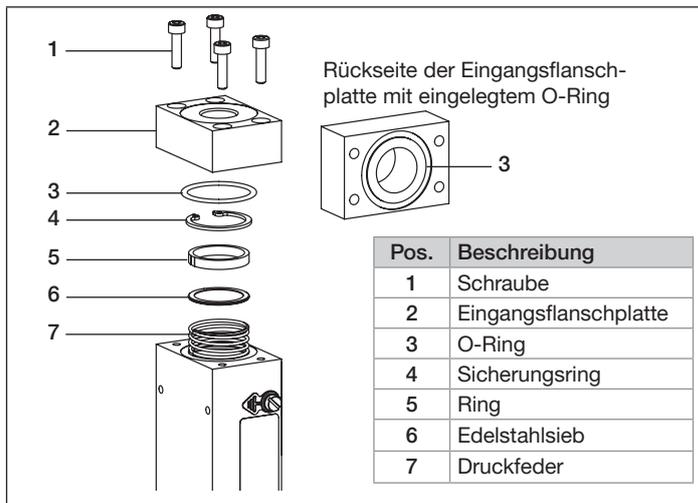

Bild 24: Edelstahlsieb reinigen
- Die Verschmutzung des Edelstahlsiebs regelmäßig überprüfen [5] (siehe Bild 24).
- Die Eingangsflanschplatte [2] durch Lösen der 4 Schrauben [1] demontieren (siehe Bild 24).